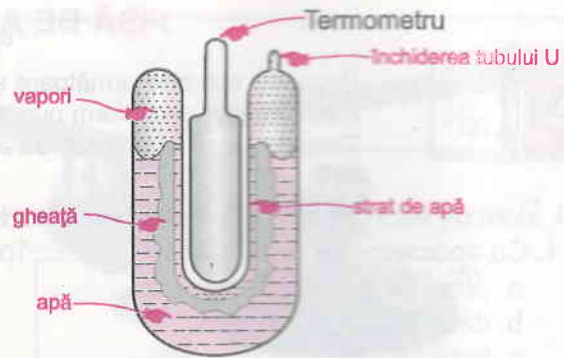

Fig. 4.1. Punct triplu al apei
**Punctul triplu al apei (fig. 4.1)**